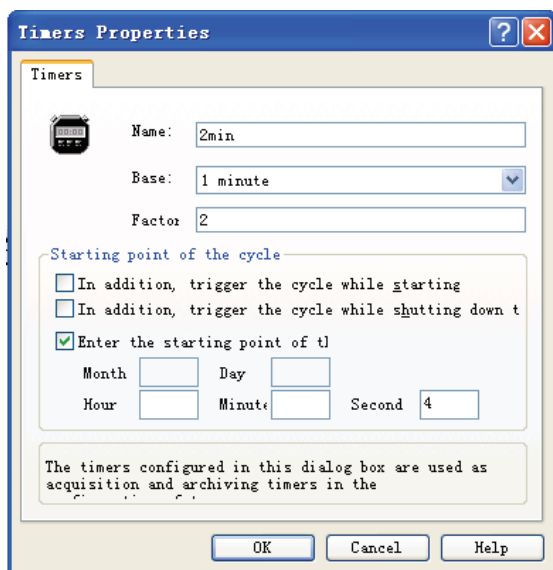

图 7-4 “Timers Properties” 对话框
1) 在浏览窗口中，用鼠标右键单击“Timer”，从弹出菜单中选择“New...”命令，打开“Timers Properties”对话框，如图 7-4 所示。